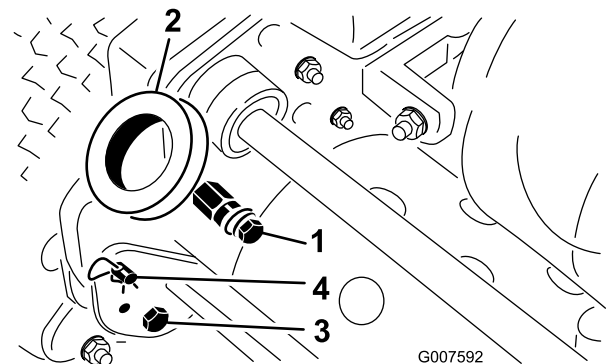

Bild 3
- Nehmen Sie die Schrauben und Sicherungsmuttern ab, mit denen das Ende der Griffarme an jeder Seite des Rasenmähers befestigt sind (Bild 3).
- Nehmen Sie die Splints und Ringstifte ab, mit denen die Griffarme hinten am Rahmen befestigt sind (Bild 3).
- Schieben Sie die Griffenden durch die Löcher in den Griffarmen und fluchten Sie die Löcher mit den Befestigungsstiften aus (Bild 3).
1. Nehmen Sie an jeder Seite des Rasenmähers die Splints von den Ringstiften ab (Bild 3).
2. Stützen Sie den Griff ab. Nehmen Sie die Ringstifte an jeder Seite ab. Heben Sie den Griff auf die gewünschte Bedienposition an oder senken ihn ab (Bild 3).